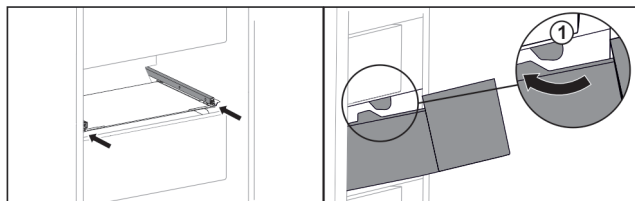

Fig. 115
- Lirka utdragslåda runt stoppklackarna Fig. 115 (1).